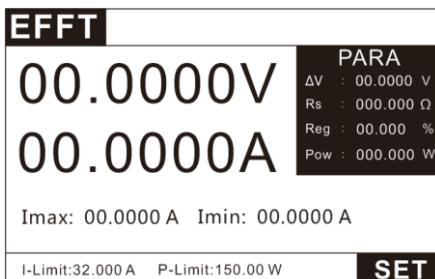

图 3.11 EFFT 模式测试界面
EFFT 测试界面图 3.11。
- 2、如图 3.11 在 EFFT 界面下，按  键进入设置界面。